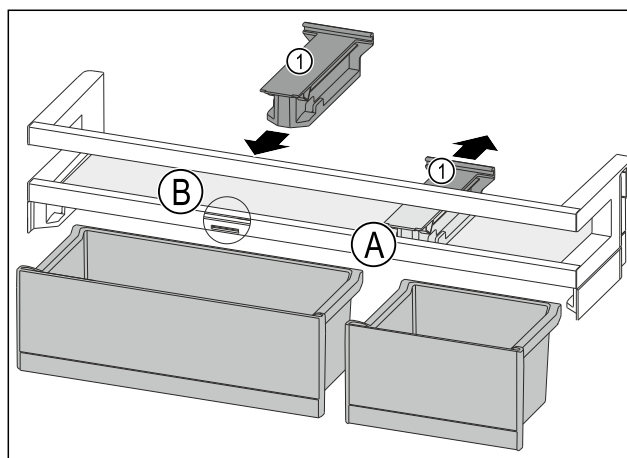

Fig. 94
- ▶ Træk holdesektionen Fig. 94 (1) tilbage i position Fig. 94 (A).
- ▶ Indsæt holdesektionen Fig. 94 (1) i position Fig. 94 (B).